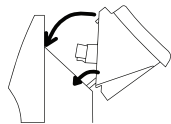

Рис. 4
2. Вставьте разъем электроподключения («папа») на блоке управления в соответствующий разъем («мама») на конвекторе. Обратите внимание, что он может быть вставлен только в одном положении, когда специальная защелка находится справа. Убедитесь, что соединение надежно и разъем блока управления полностью закреплен на конвекторе. Если разъем вставлен до конца, то должен раздаться щелчок (рис. 4).